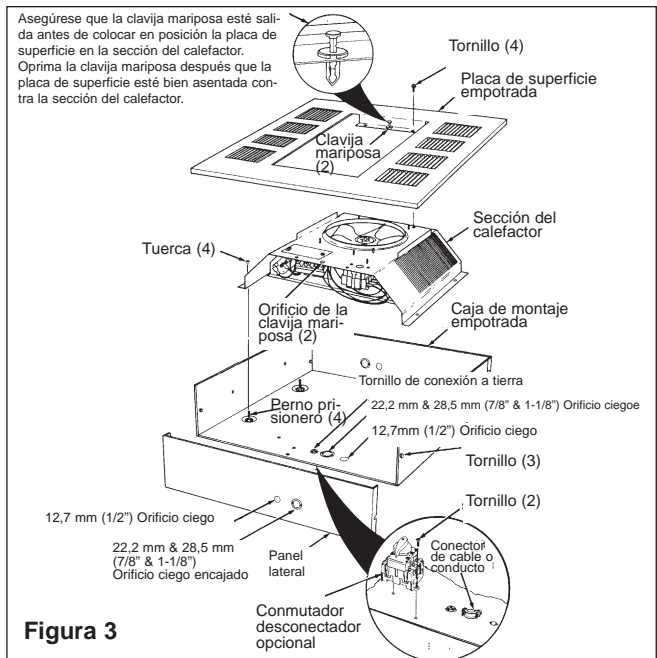

Figura 3
- Extraiga la caja empotrada de montaje (Figura 3) de la caja que contiene el cerramiento de montaje empotrado, Tipo REA.
- Extraiga los tres tornillos y el lado de la caja de montaje empotrado para permitir un cableado más fácil (Figura 3).
- Extraiga uno de los orificios ciegos e instale un conector de cable o conducto (Figura 3).
- Instale el conmutador desconectador opcional (si es requerido según se ilustrado en la Figura 3).
- Coloque en posición la sección del calefactor sobre los pernos prisioneros en la caja de montaje empotrada (Figura 3).
- Empuje la sección del calefactor sobre los pernos prisioneros y ajuste bien las cuatro tuercas (provisitas) sobre los pernos prisioneros para asegurar la sección del calefactor a la caja de montaje empotrada (Figura 3).
- Extraiga la placa superficial empotrada (Figura 3) de la caja que contiene el cerramiento de montaje empotrado, Tipo REA.
**NOTA:** Asegúrese que la "clavija mariposa" a cada extremo de la abertura de la rejilla de descarga esté salida para permitir que el cuerpo de las clavijas mariposa quepan en los orificios en la sección del calefactor. (Figura 3).
- Instale y ajuste bien cuatro tornillos (provisitos) para asegurar la placa de superficie empotrada a la sección del calefactor (Figura 3).